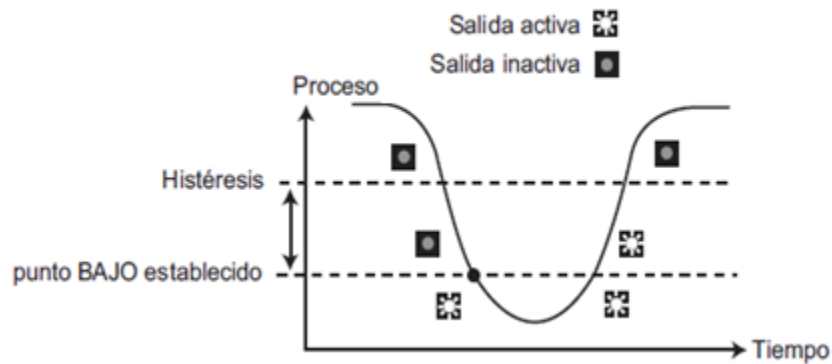

Figura A.1: Modo alarma por baja
1. Modo Alarma por Baja (Low): Esta salida se activa cuando el caudal es inferior al punto establecido y se desactiva cuando el caudal sobrepasa el punto establecido más el valor de histéresis (Ver figura A.1.).